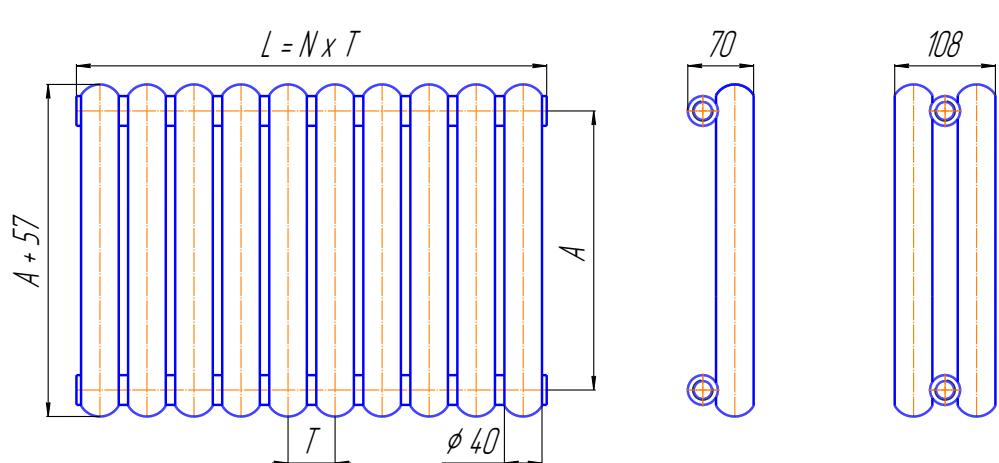

Рис. 1 Т – шаг ($T = 50$ мм), N – количество секций.
2.1. Основные размеры и параметры радиаторов приведены на рис.1 и в таблице.